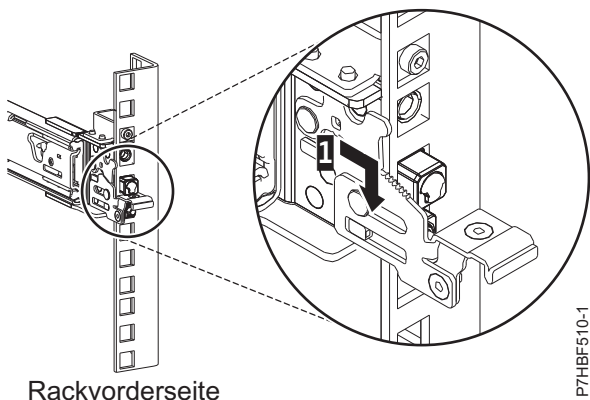

Abbildung 22. An der vorderen Schiene des Racks sitzende Stifte
6. Ziehen Sie die Schiene nach vorne und setzen an der Vorderseite der Schiene drei Stifte in die zuvor markierten Bohrungen in der ausgewählten EIA-Einheit ein. Senken Sie die Schiene ab (1), damit der hakenförmige mittlere Stift einrastet. Einzelheiten finden Sie unter Abb. 22.